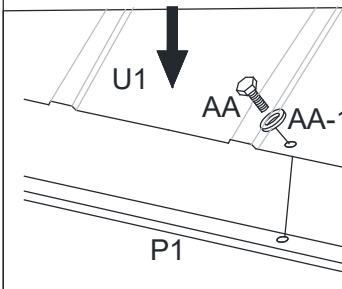

Figure 12-2
12.2. Attacher le panneau d'évent de toit (U1) au cadre de l'évent de toit et attacher-le au côté court de l'évent de toit (P1) à l'aide des boulons (AA) et des rondelles (AA-1). Voir figure 12-2.